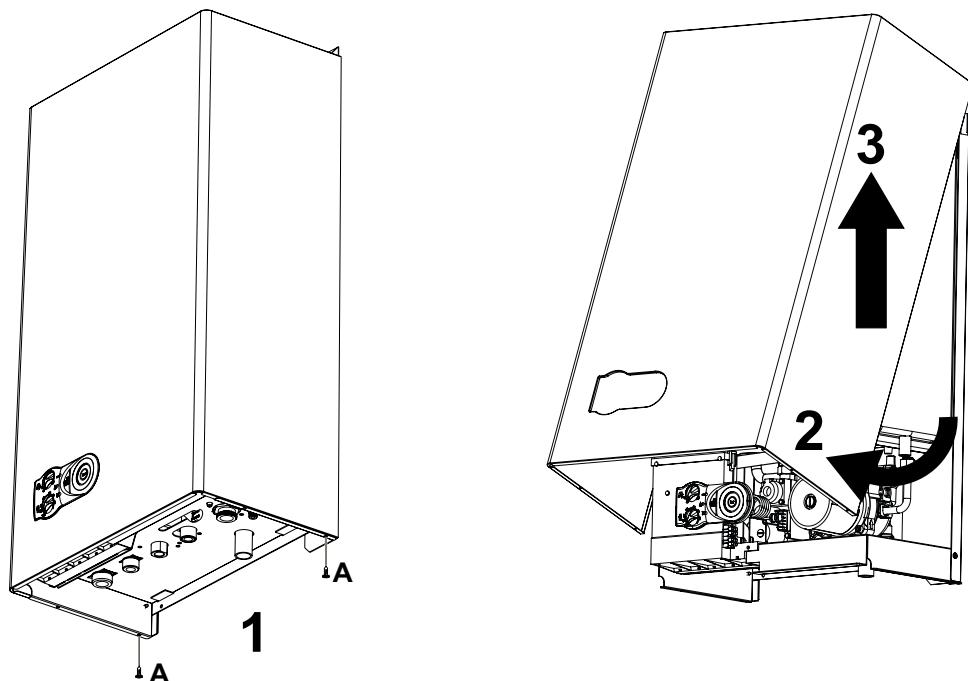

рис. 11 - Снятие кожуха
1. Отвинтите винты "A" (см. рис. 11).
2. Поверните кожух (см. рис. 11).